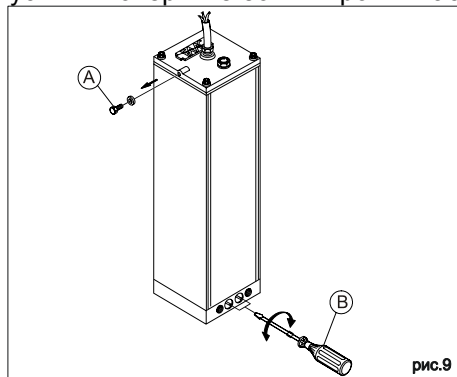

рис.9
- Снимите и сохраните болт сапуна, как показано на рис.9 – А. Установите вертикально фланец (рис.6 - 1) на вал (рис.6 - 2). Вставьте центровую втулку (рис.6 - 3) на вал (рис.6 - 2). Прижимайте фланец (рис.6 - 1) болтом с гроверной шайбой (рис.6 - 4), контролируя силу, до тех пор, пока втулка не будет прижата к валу.
Чтобы настроить гидравлическую систему управления передаточного усилия, поверните два перепускных болта (рис.9 - В).